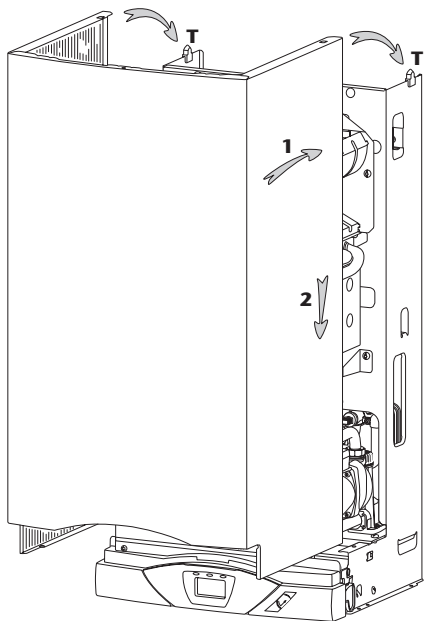

Fig. 17
- présenter l'habillage (fig. 17)
- engager les 2 encoches de côté sur les tenons **T** du châssis, et placer l'habillage suivant 1 et 2 (fig. 17)